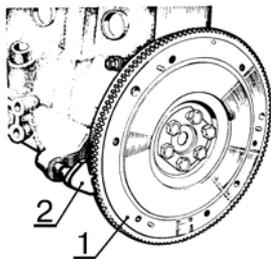

Рис.8.
- заблокировать маховик 1, рис.8, при помощи фиксатора 67.7820.9526, поз.2.